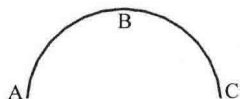

图 1-11 三点绘圆弧
(1) 单击“圆弧”按钮 , 在【圆弧】对话框中选取“三点定圆弧”按钮  和“坐标式”按钮 。
(2) 在工作区中依次选取 A、B、C 三点,绘制一条圆弧,如图 1-11 所示。